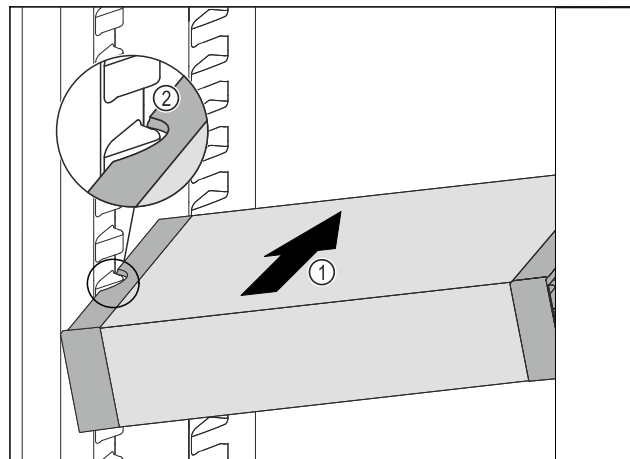

Fig. 56
- ▶ Lükake VarioSafe'i kaldu jahutusosasse Fig. 56 (1), kuni VarioSafe'i külgmised väljalõiked Fig. 56 (2) asuvad jahutusosas anumaribi kõrgusel.